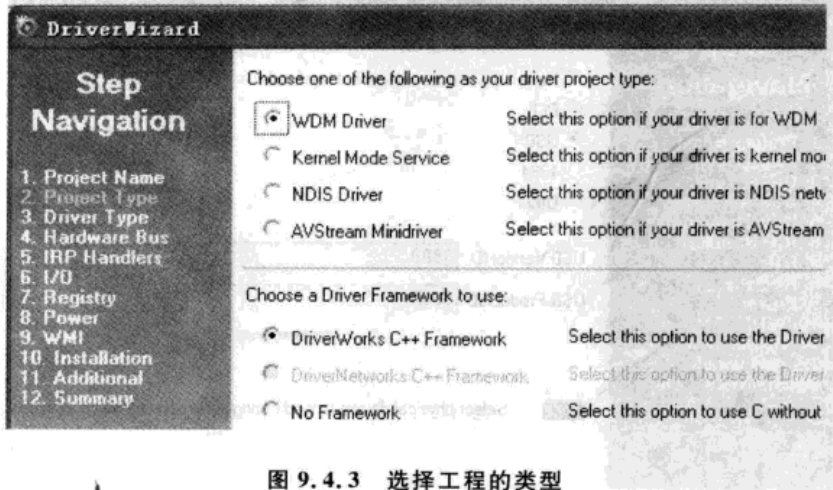

图 9.4.3 选择工程的类型
(2) 选择工程的类型。在弹出的设置工程类型对话框中选择 WDM 驱动(因为 USB 驱动属于 WDM 驱动),如图 9.4.3 所示。驱动框架选择为 C++ 框架,单击 Next 按钮。